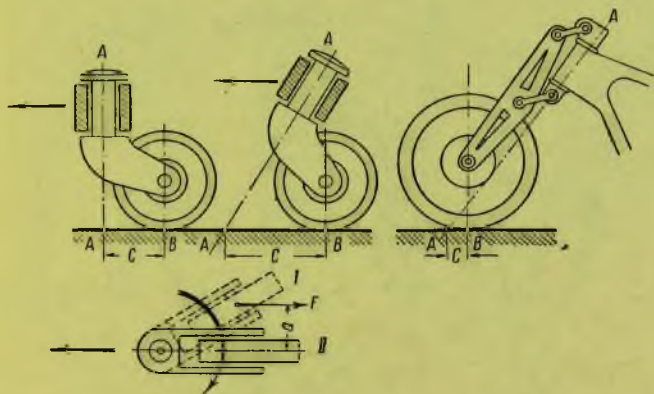

Рис. 185. Переднее колесо мотоцикла, так же самоустанавливающееся, как и рояльный ролик
В приводимом рис. 185 показано, что, если даже отвести колесо в положение (I), то оно под действием силы трения, приложенной на плече (а), станет поворачиваться, пока колесо не займет положения (II), совпадающего с направлением всего мотоцикла.